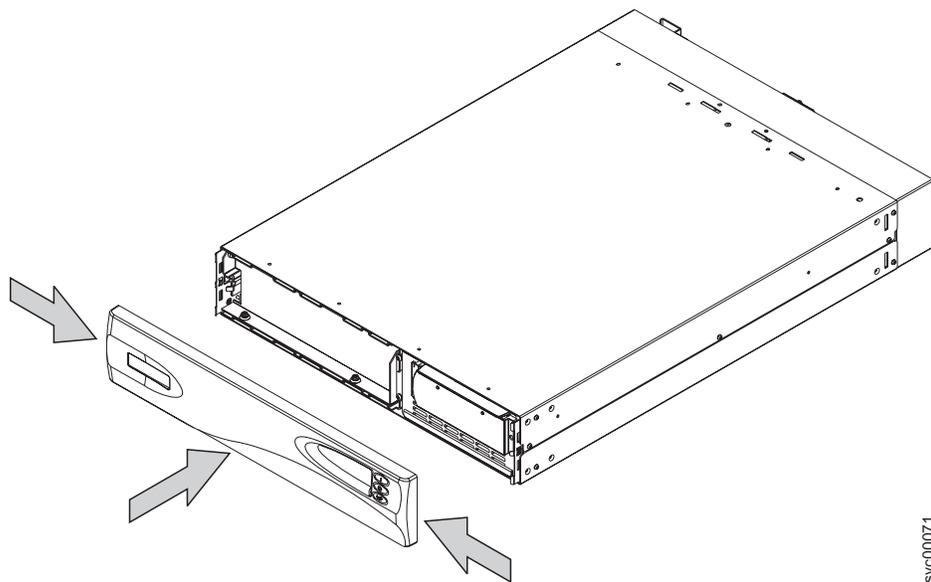

図 279. 2145 UPS のフロント・パネルの再取り付け
6. 図 279 に示すように、サイドを内側に押し、その両端を 2145 UPS に向かって押しながら、フロント・パネルを取り替えます。